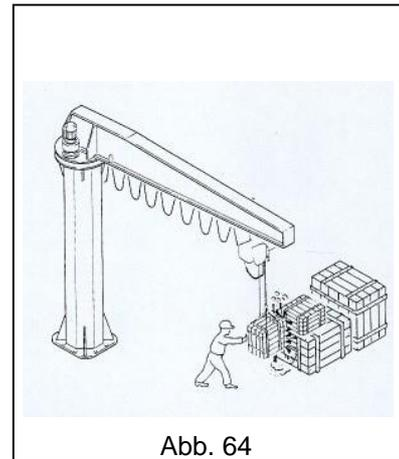

Abb. 64
- **STETS** sicherstellen, dass die Last während des Beförderungsvorgangs (Hub, Rotation und Verfahren) nicht auf Hindernisse stößt (Abb. 64).